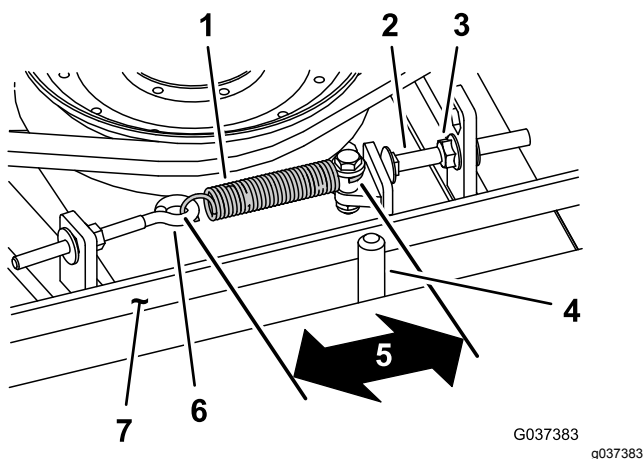

Bild 102
Bei richtiger Spannung sollte die Messung innen an der Verlängerungsfeder (Haken zu Haken) ungefähr $8,3 \text{ cm} \pm 9,5 \text{ cm}$ betragen. Wenn die Federspannung richtig ist, stellen Sie die Anschlagsschraube (Schlossschraube) ein, bis der Abstand zwischen dem Schraubenkopf und dem Spannarm ungefähr 2-5 mm beträgt (Bild 102).
Hinweis: Achten Sie darauf, dass der Riemen auf der Federseite der Riemenführung positioniert ist (Bild 102).
2. Lockern Sie den Augenbolzen (Bild 102).
3. Lösen Sie die Bundmutter, mit der die Anschlagsschraube an der Befestigungsnase befestigt ist, und schieben Sie die Spannscheibe vom Riemen weg (Bild 102).
9. Setzen Sie die Verlängerungsfeder (Bild 102) wieder in den Augenbolzen ein und spannen Sie den Riemen wie folgt: